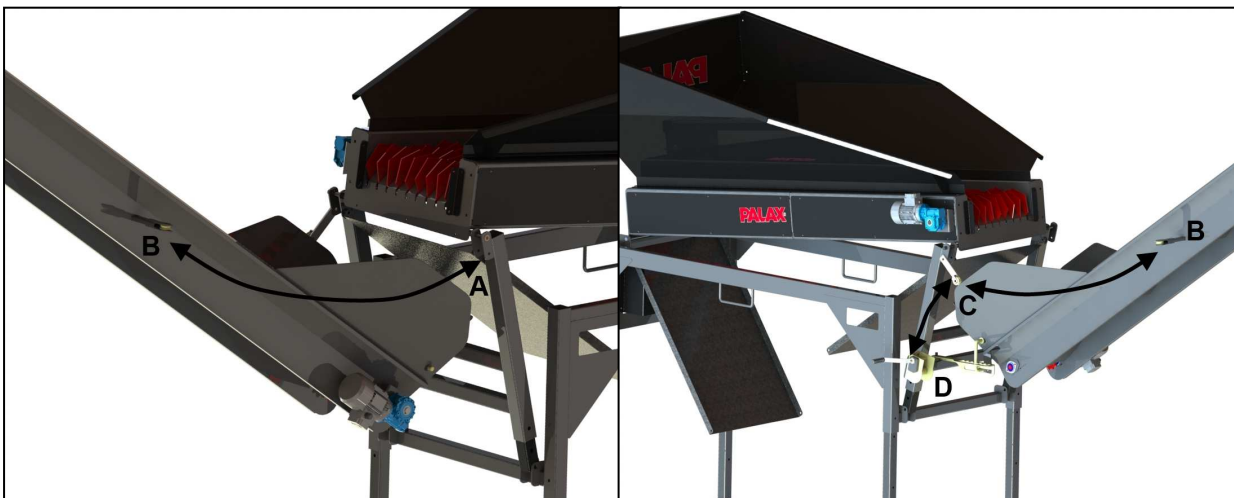

Bild 5.
- Fäst vajerns ögla i skruvarna A (bild 5).
- Trä vajern genom transportören genom rör B bakom rullarna bild 5).
- För vajern till vinschen D (bild 5) genom att trä den genom rulle C (bild 5).
- ❑ Montera fast den undre gejden ovanpå utmatningstransportören med tre sexkantsskruvar M10 (bild 5).